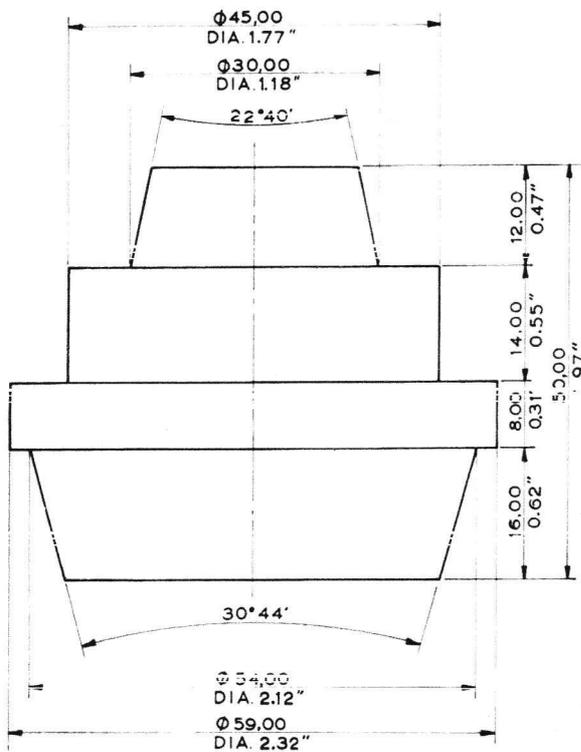

Fig. 3
- 3° Au moyen d'une presse et d'un outil confectionné aux cotes du dessin (fig. 3), mettre en place la cuvette du roulement extérieur.
- 4° Mettre en place la cuvette de roulement intérieur en utilisant l'outil (fig. 3) et une presse.